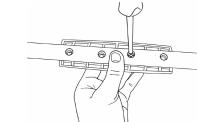

Figura 5.3: Ajuste do cabo elétrico nos orifícios dos tubos
- Com o auxílio de uma chave Philips, afaste o cabo elétrico do caminho onde os parafusos serão rosqueados (Figura 5.3), para facilitar o encaixe e não o esmagar ao unir a junção dos tubos.